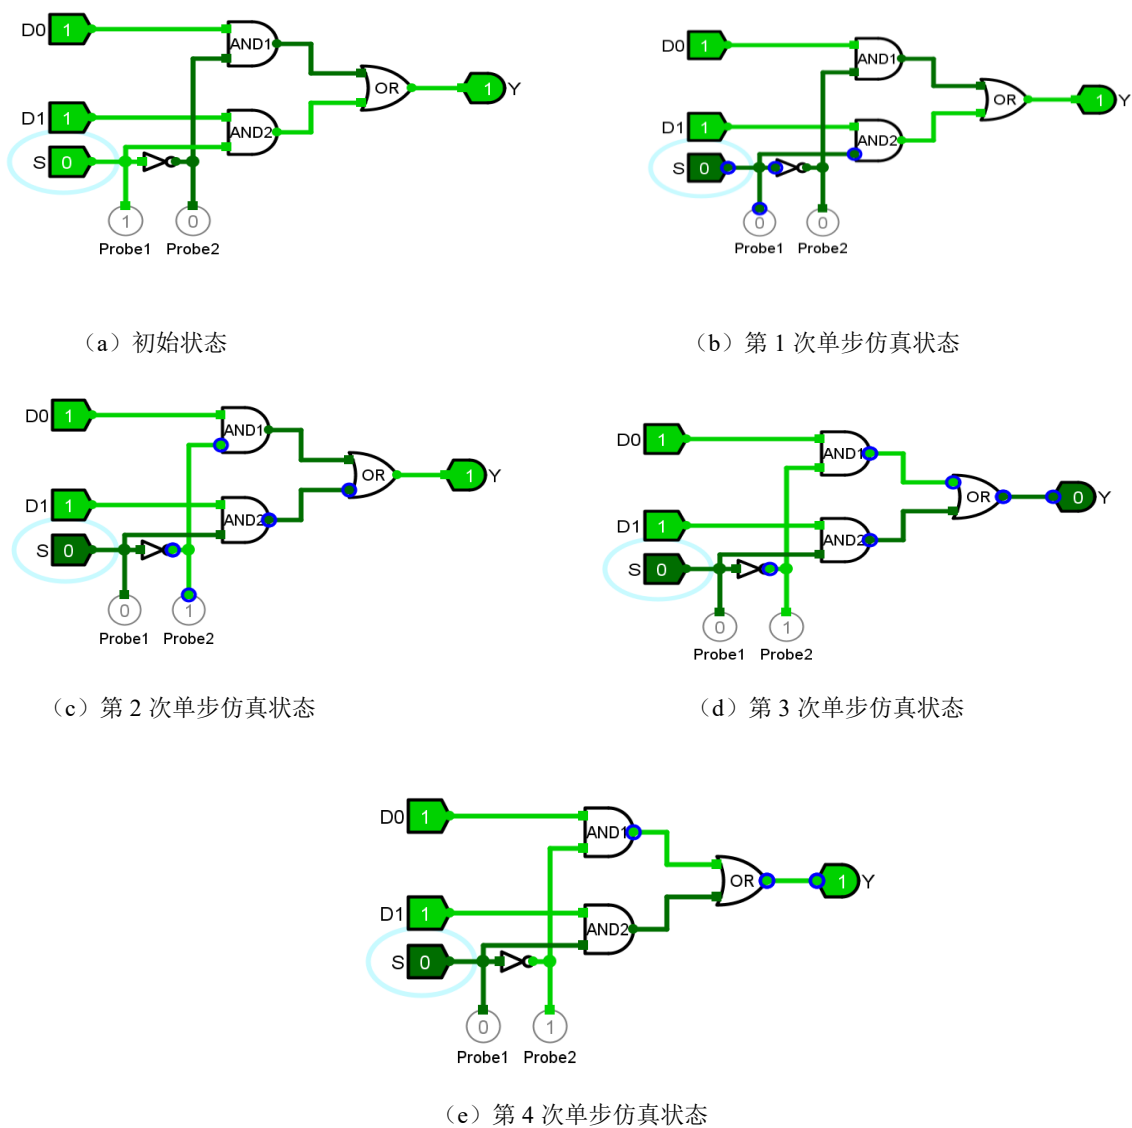

图 1.16 电路冒险检测状态变化过程
③ 通过在非门输入端和输出端设置探针对电路进行单步仿真。利用单步仿真进行电路冒险检测过程如图 1.16 所示。首先将 S 输入端的赋值改为 0，然后在 Logisim 的 Simulate 菜单下点击单步仿真 (Step Simulation) 或按组合键 Ctrl+I 进行单步仿真。图 1.16(a) 是单步仿真的初始状态，此时探针 1 (Probe1) 和探针 2 (Probe2) 处还是保持原状态，分别是 1 和 0，说明非门的输入端并没有随着 S 的改变而立即发生变化；图 1.16(b) 是第 1 次单步仿真得到的状态，此时非门输入端发生变化，但其输出端没有立即发生变化；图 1.16(c) 是第 2 次点击后得到的状态，此时非门输出为 1，但与门 AND1 的输出没有变化；直到第 4 次单步仿真后每个逻辑门才都转变为正确的输入/输出状态，如图 1.16(e) 所示。单步仿真过程反映了信号在电路中的延迟情况。第